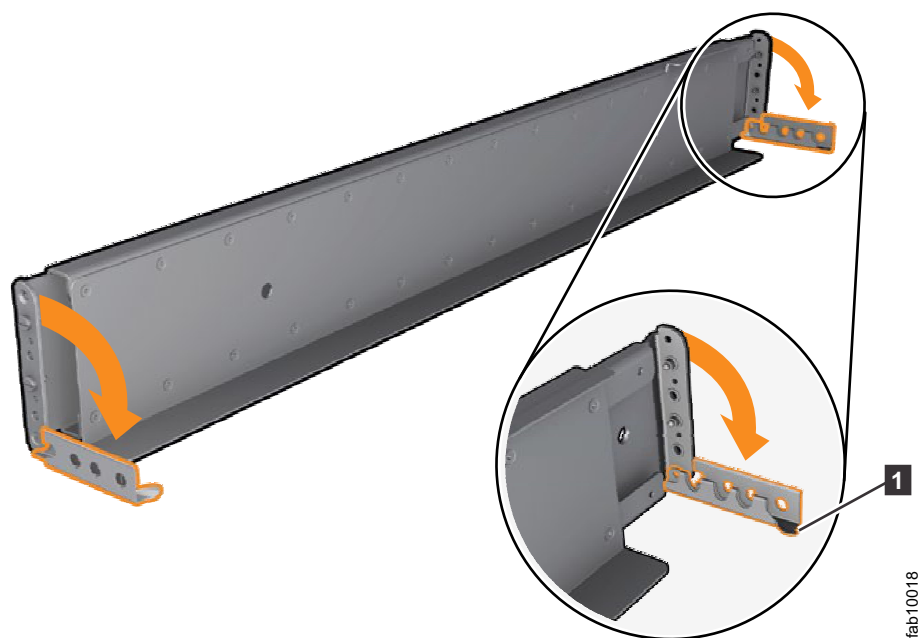

図 10. ヒンジ・ブラケットを開く
4. レールの両端で、タブ **1** をつかんでしっかりと引き、ヒンジ・ブラケットを開きます。 (17 ページの図 10 を参照)。